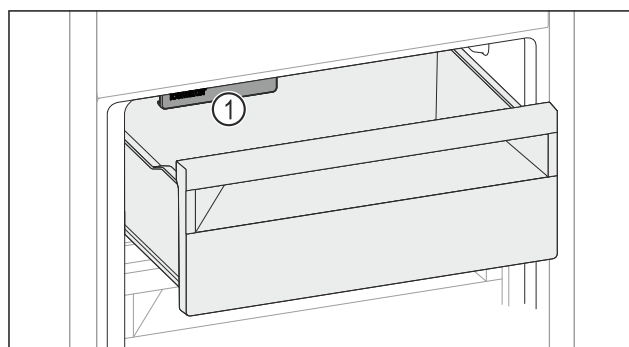

Fig. 164
- Tenere in considerazione l'IceMaker *Fig. 164 (1)*.